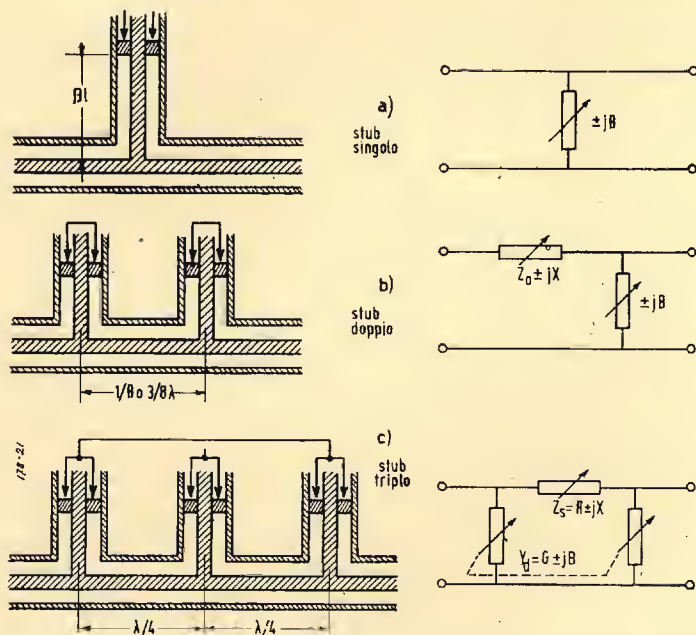

Fig. 15-a-b-c. - Trasformatori «stub» e circuiti equivalenti.
Uno stub singolo mobile è usato bene solo per una linea bifilare, ma non è consigliabile per linee coassiali perché non sarebbe facilmente possibile poterlo muovere lungo la linea. Per linee coassiali è preferibile l'uso di due stub ciascuno dei quali viene fissato in una posizione lungo la linea e sono aggiustabili in lunghezza. La separazione degli stubs è talvolta un quarto d'onda ma spesso è  $1/8$  o  $3/8 \lambda$  (doppio stub) (fig. 15-b).
Un buon trasformatore per l'adattamento di due impedenze qualsiasi può essere realizzato collocando 3 stubs in parallelo alla linea (fig. 15-c) spazati fra loro di  $1/4$  d'onda (triplo stub). L'aggiustamento viene fatto per tentativi fino ad avere il minimo rapporto di onde stazionarie. In fig. 15, a fianco, sono riportati i circuiti equivalenti dello stub singolo, doppio e triplo (1).